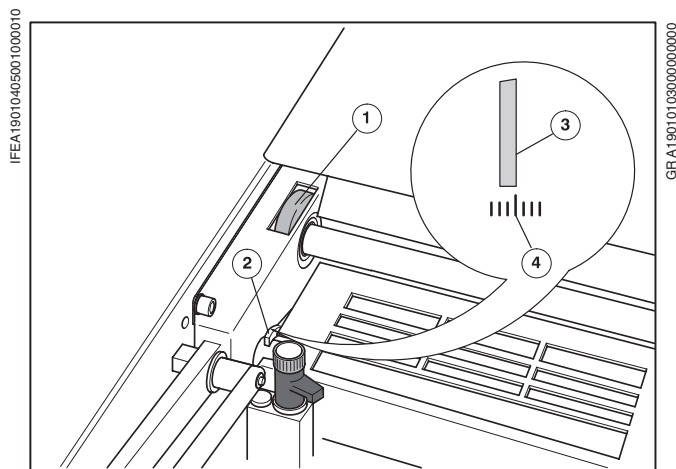

Рис. 18 Боковая приводка на ПС 1
Оттиск в ПС 1 и ПС 2 можно сместить в сторону на $\pm 2,5$ мм вращением установочного колеса (Рис. 18/①) на самонакладе на стороне обслуживания.
Смещение индицируется на шкале (Рис. 18/②) в мм. Значение считывается с той стороны стрелки (Рис. 18/③), которая обращена к бумаге. (Рис. 18/④ = "Нулевая" - позиция).
- ① Настройка боковой приводки считывается на шкале по внутренней стороне стрелки (Рис. 18/②).